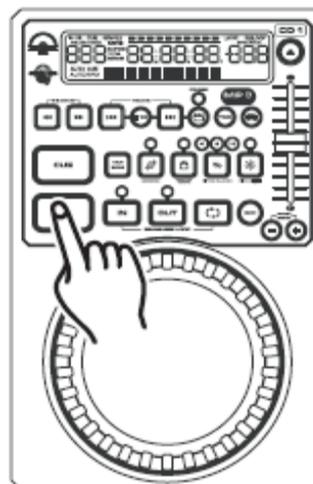

Figure 10
3. DÉMARRER LA LECTURE – Figure 10
5. ARRÊTER LA LECTURE – Figures 10 et 11
- 1) Appuyez sur le bouton *LECTURE/ PAUSE (15)* pendant la lecture. La lecture se met en pause au moment précis où vous appuyez sur le bouton *LECTURE/PAUSE (15)*.
- 2) Appuyez sur le *bouton CUE (17)* pendant la lecture. La lecture se met en pause et fait retourner au dernier point de Cue défini.
6. METTRE SUR PAUSE – Figure 10